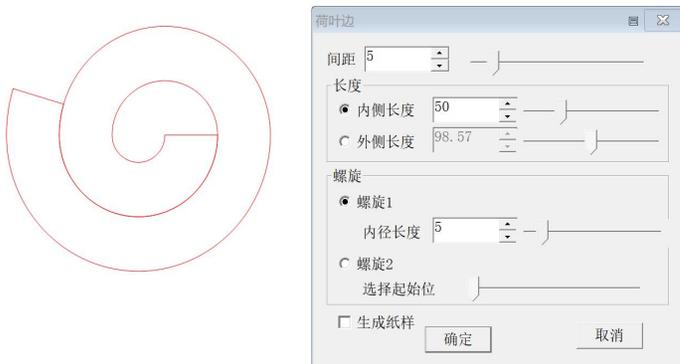

图 29.1
(1) 单击工具栏荷叶边工具图标，移动鼠标到在工作区任意位置，单击鼠标左键弹出的【荷叶边】对话框（如图 29.1），按所需输入数值，单击确定即可。